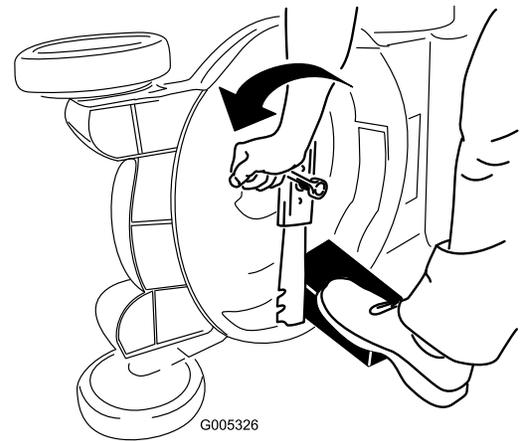

Figure 25
4. Déposez la lame mais ne jetez pas les fixations (Figure 25).
3. Immobilisez la lame avec un morceau de bois (Figure 25).